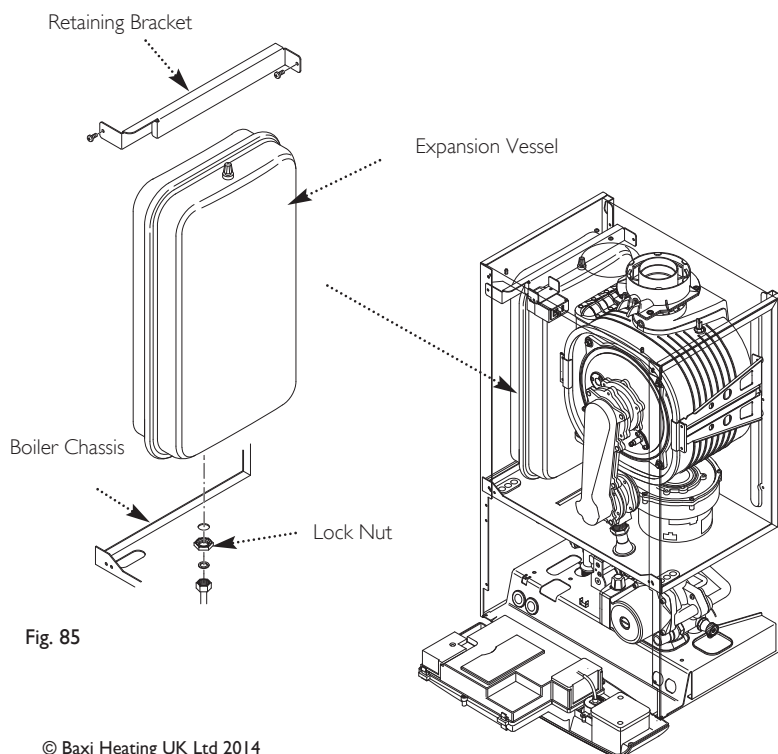

Fig. 85
14.24 Expansion Vessel (Fig. 85)